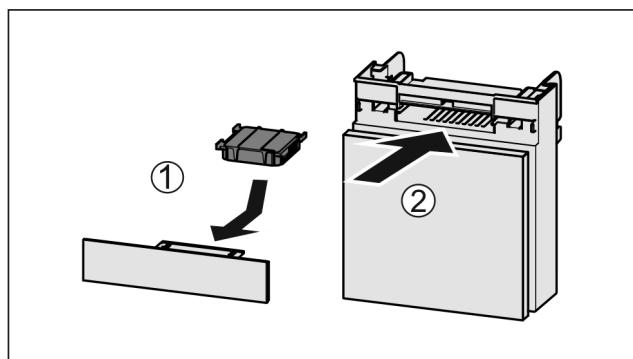

Fig. 148
- Vložte aktívny uhlíkový filter podľa obrázka Fig. 148 (1).
- Zasuňte zásuvku Fig. 148 (2).